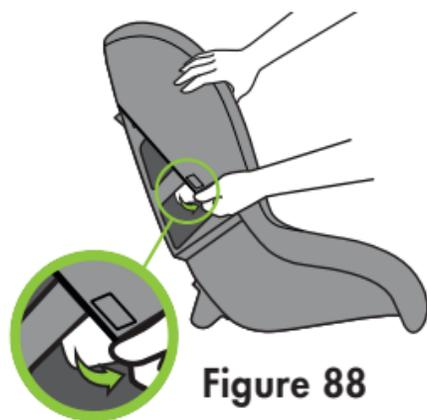

Figure 88
- Détachez la languette latérale de chaque côté en la faisant glisser sous le bord de la coque intérieure, comme indiqué dans la **Figure 88**.